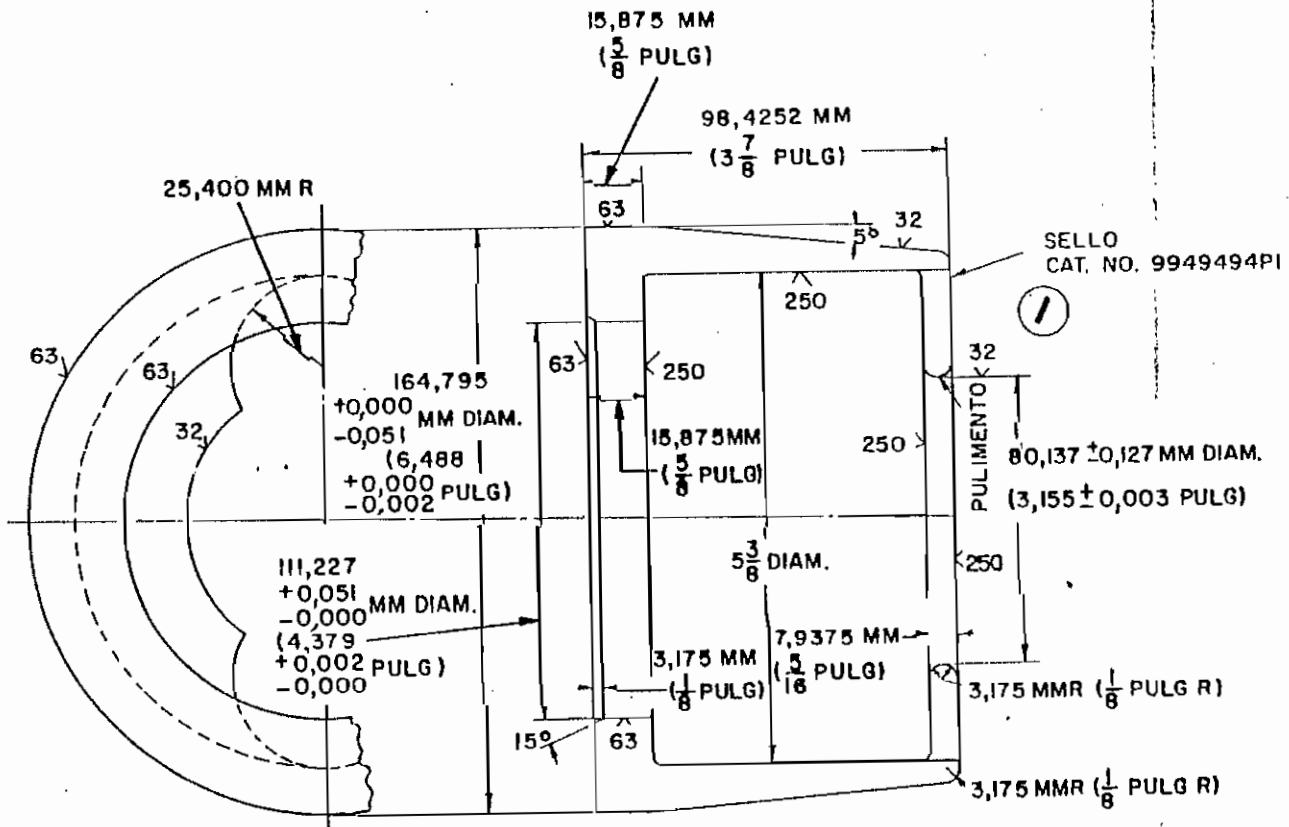

Fig. 44. Guía del cojinete de rodillos (extremo del piñón)
9. Instélese el piloto del cojinete, Cat. 994949P1, en el árbol, contra la carrera interior del cojinete. Véase la Fig. 44 para obtener las dimensiones de la manga piloto.